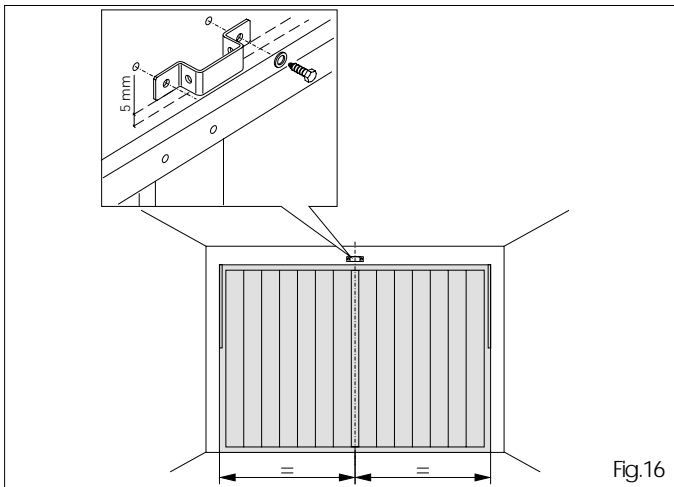

Fig.16
- 6.3 Posizionare la staffa di fissaggio 5mm sopra la linea tracciata in precedenza e centrata rispetto alla porta (fig.16).
- 6.5 Avvitare quindi la staffa con viti e rondelle sugli appositi tasselli (fig. 16).